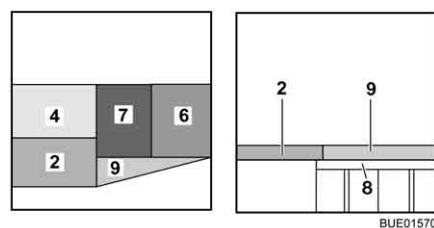

Fig. 155 Después de la transformación
- Colocar el cojín del asiento (Fig. 155,7) en el centro.
- Colocar el cojín del respaldo (Fig. 155,6) entre el cojín del asiento (Fig. 155,7) y la pared.
- Colocar el cojín adicional (Fig. 155,9) sobre el ensanchamiento de cama.